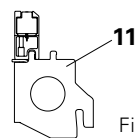

Fig. A5.07
- au support de rive SSL (11) dans la direction longitudinale. (Fig. A5.07)
Utiliser le support de rive SSL comme adaptation en hauteur pour le passage soit d'une travée standard ou d'une compensation. (Fig. A5.07)